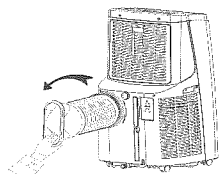

Figure 1
- Placez l'unité sur un terrain plat, sec et loin d'autres objets ou entourant les murs d'au moins 50 cm d'attente. (Figure 1)
(fig.1)
- Montage de la manchette* et du bec de canard, le bec de canard (14) se visse dans le sens inverse des aiguilles d'une montre sur la manchette d'évacuation (13)
- Monter l'ensemble sur l'orifice d'échappement (7) derrière le climatiseur, l'ensemble se visse dans le sens inverse des aiguilles d'une montre (voir figure 1)
* Sur certains modèles le raccord de la manchette (13) (branchement arrière du climatiseur), peut ne pas être monté sur la gaine de rejet, dans ces cas la visser le raccord sur la gaine dans le sens inverse des aiguilles d'une montre avant de le fixer sur l'arrière du climatiseur